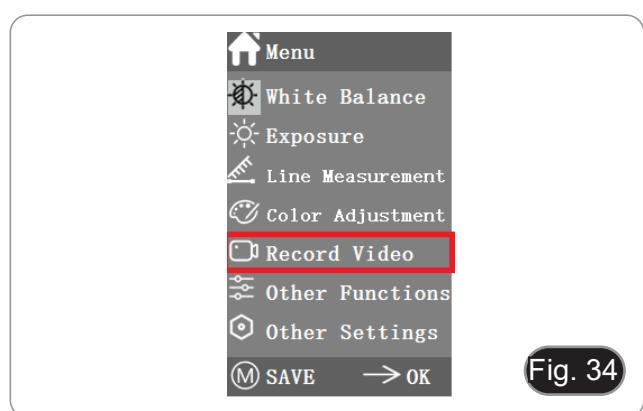

Fig. 34
- Appuyez sur le bouton M pour afficher le menu à l'écran (Fig. 34) et choisissez l'option Enregistrement vidéo en appuyant sur ↑ ou ↓.